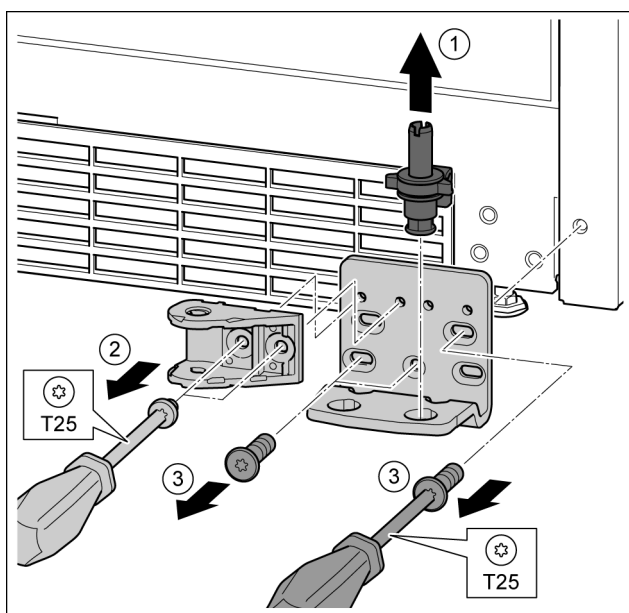

Fig. 30
- ▶ Опорный палец полностью извлечь движением вверх. Fig. 30 (1)
- ▶ Открутить винты отверткой T25 и снять соединительный элемент амортизатора закрывания дверей. Fig. 30 (2)
- ▶ Открутить винты отверткой T25 и снять опорный кронштейн. Fig. 30 (3)